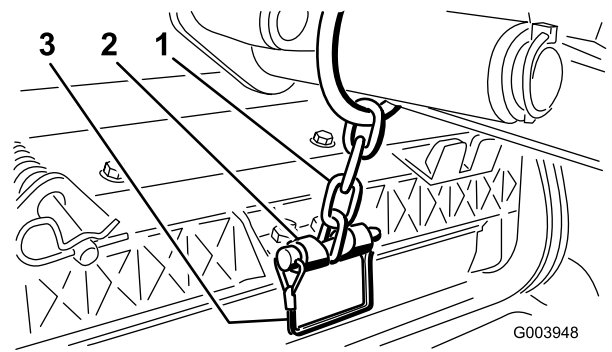

図 10
11. スナッパピンを使って、昇降アームのチェーンを昇降アームに固定する 図 10。カッティングユニットのオペレーターズマニュアルに従って、決められたリンクを使用すること。